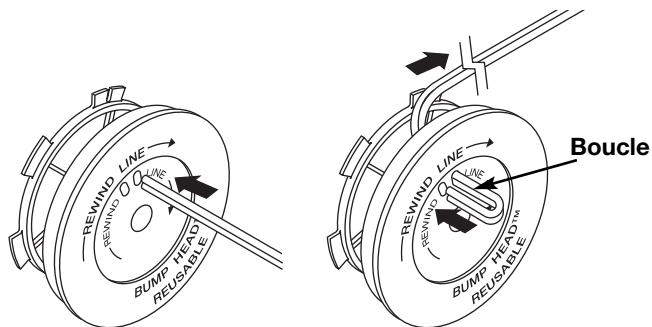

Fig. 19
- Découpez environ 2,5 m (8 pi) de fil neuf. Insérez une extrémité de fil dans l'un des deux trous du moulinet intérieur (Fig. 19). Tirez le fil jusqu'à ne laisser que 10 cm (4 po) environ.
- Insérez l'extrémité du fil dans le trou ouvert du moulinet et tirez sur le fil pour que la boucle soit le plus petit possible (Fig. 19).